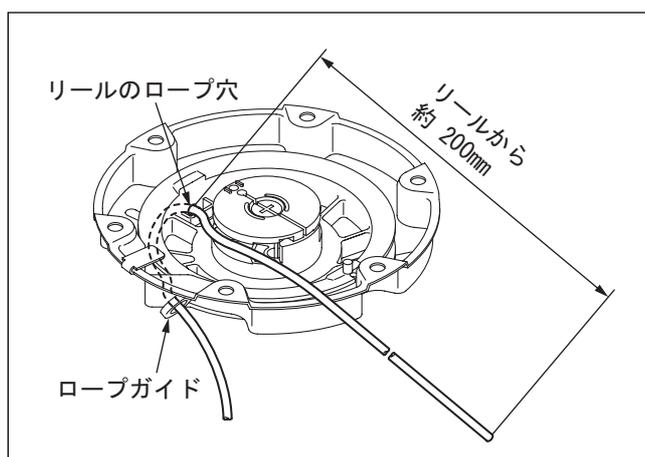

図 12-7
(図 12-7)
- 1 ロープ末端をロープガイドとリールのロープ穴に通し、末端をリールから 20cm 位引き出しておきます。(図 12-7)